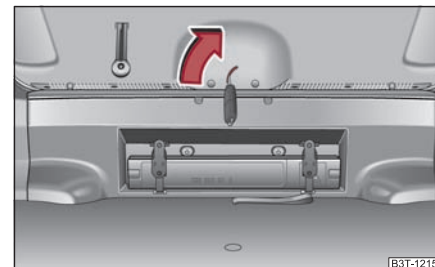

Fig. 47 Desbloqueo de emergencia de la tapa de maletero
- Introduzca la llave hasta el tope en la ranura del revestimiento ⇒ fig. 47.